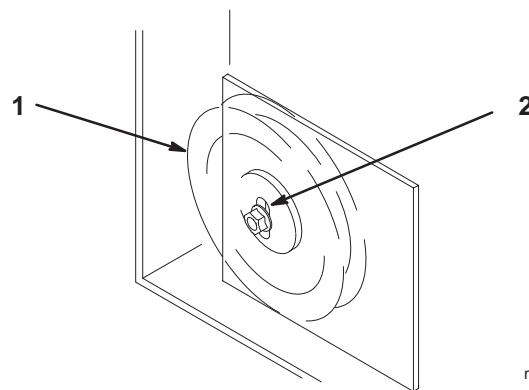

Figure 70
9. Si un réglage est nécessaire, desserrez la poulie de renvoi fixe de la plaque de support droite et déplacez-la en haut ou en bas de la fente de réglage (Fig. 70). Pour détendre la courroie, tirez sur la poulie de tension rappelée par ressort.